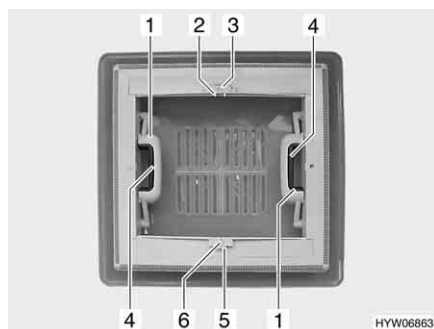

Fig. 15 Oblò a scatto
Apertura: ■ Premere la chiusura a scatto (Fig. 15,4) verso l'interno dell'oblò. Premere contemporaneamente verso l'alto l'oblò con la maniglia (Fig. 15,1).
Chiusura: ■ Tirare con forza verso il basso le due maniglie (Fig. 15,1) dell'oblò, fino a quando non scattano entrambe le chiusure.
Chiusura: ■ Premere l'arresto (Fig. 15,5) verso il lato esterno dell'oblò.
■ Tirare l'oscurante a rullo per la maniglia (Fig. 15,6) fino alla maniglia contrapposta della zanzariera a rullo (Fig. 15,2) e farla innestare.
Apertura: ■ Serrare la maniglia (Fig. 15,2). L'arresto si sblocca.
■ Ricondurre lentamente l'oscurante a rullo accompagnandolo con la maniglia (Fig. 15,6).
- Premere l'arresto (Fig. 15,3) verso il lato esterno dell'oblò.
- Tirare la zanzariera a rullo per la maniglia (Fig. 15,2) fino alla maniglia contrapposta dell'oscurante a rullo (Fig. 15,6) e farla innestare.
- Serrare la maniglia (Fig. 15,2). L'arresto si sblocca.
- Ricondurre lentamente la zanzariera a rullo accompagnandola con la maniglia (Fig. 15,2).